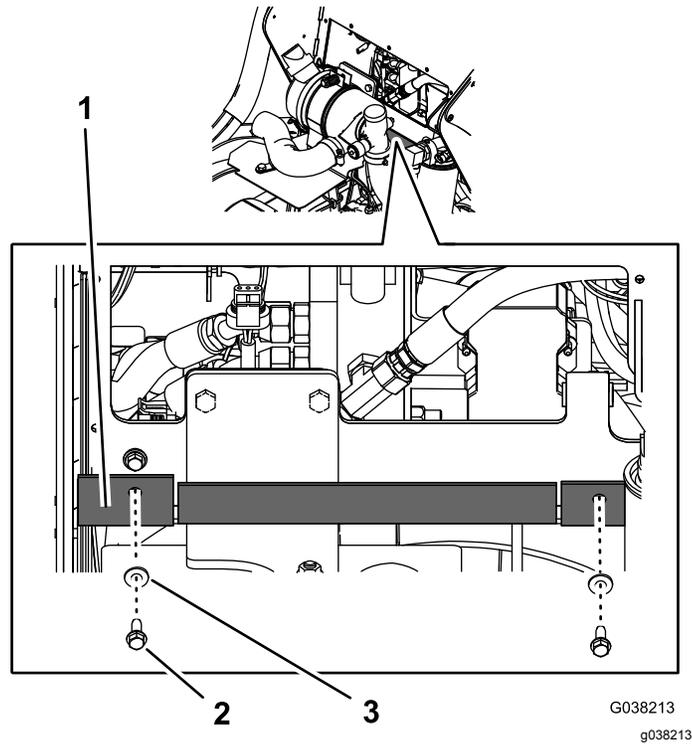

Bild 3
3. Entfernen Sie die zwei Schrauben und die zwei Scheiben, mit denen das Gummiablenkblech befestigt ist, und senken das Ablenkblech ab (**Bild 3**).